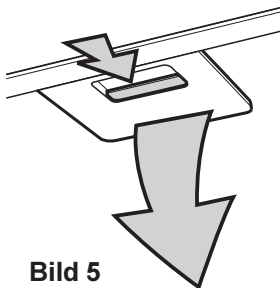

Bild 5
- Die Verriegelung des Fettfilters zuerst nach hinten, dann nach unten herausnehmen. **Bild 5.**